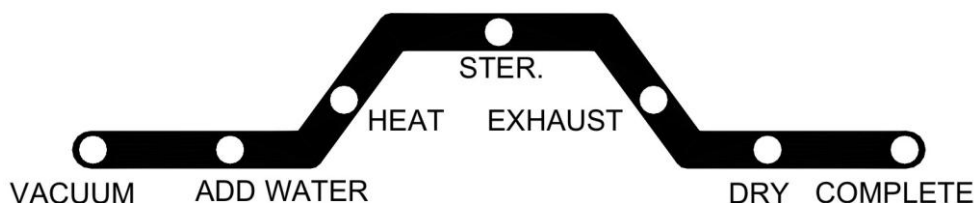

Figura 21
- D. Presione el botón "START"  y el esterilizador correrá de forma automática a través del programa seleccionado. El progreso actual del ciclo de esterilización se indica mediante el encendido de la luz LED en el indicador estado de proceso. (Figura 21)